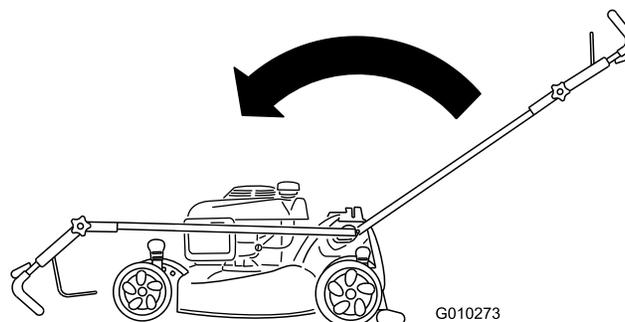

Figura 50
2. Spostatate completamente avanti la stegola e allentate la manopola della sua sezione superiore (Figura 50).